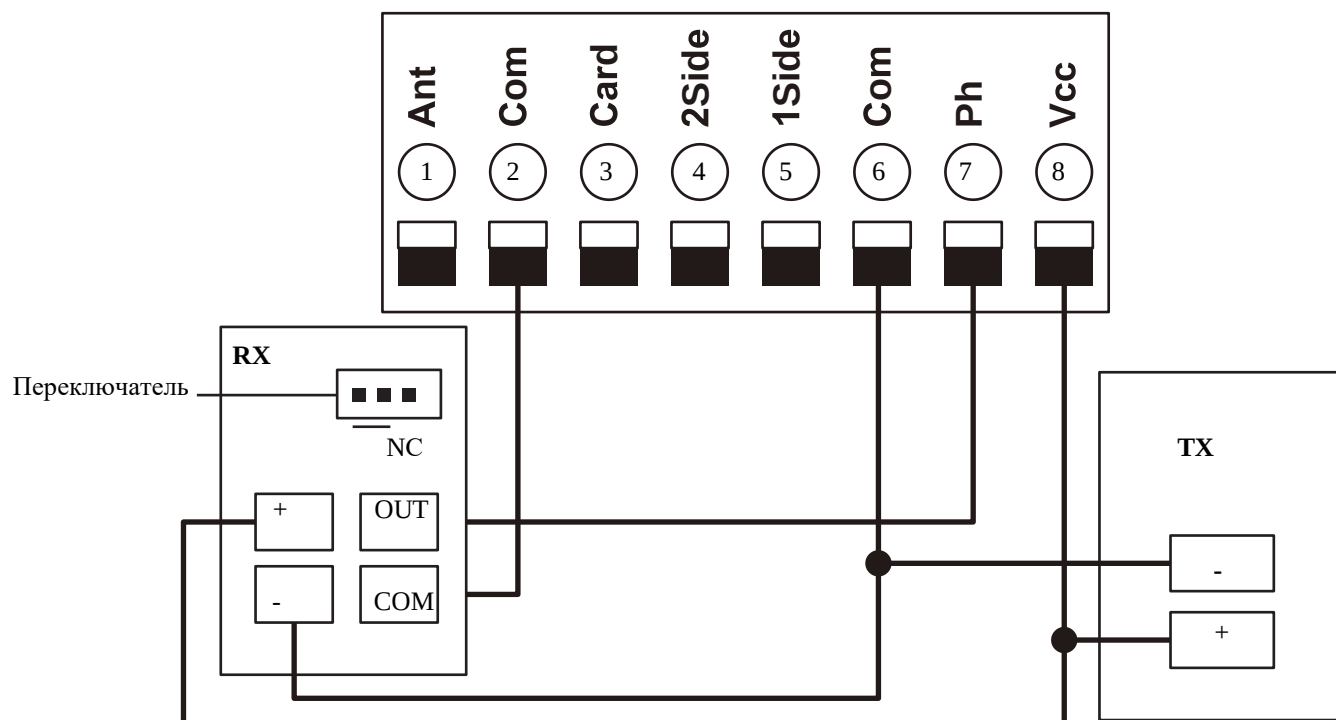

Рис. 15. Подключение фотоэлементов
Подключите клемму COM на приёмнике фотоэлементов RX к клемме COM (2) на плате управления приводом. Подключите клемму OUT на приёмнике фотоэлементов RX к клемме Ph (7) на плате управления приводом. Далее подключите клемму “+” приёмника RX и передатчика TX фотоэлементов к клемме Vcc (8) платы управления приводом. Затем подключите клемму “-” приёмника RX и передатчика TX фотоэлементов к клемме Com (6 или 2) платы управления приводом (см.Рис. 15). При подключении фотоэлементов FURNITEH HW-07 питание фотоэлементов подключается без учета полярности, на плате фотоэлементов в разъемах питания даже не указано, где плюс а где минус.
ВНИМАНИЕ !!! Джампер (переключатель) NO/NC на фотоэлементах установить в положение NC (нормально-замкнутые) (см. Рис. 15). При настройке платы управления в пункте меню PD необходимо установить настройку режима работы фотоэлементов в положение 0 что означает NC (нормально-замкнутые) (см. Раздел 6.1.).